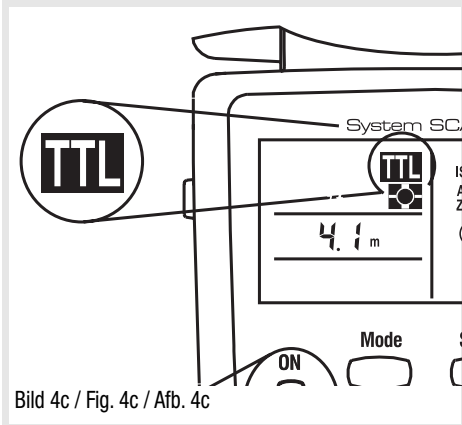

Bild 4c / Fig. 4c / Afb. 4c
- 3D-Multisensor-Aufhellblitzen  (nur mit SCA 3402 und einer geeigneten Nikon-Kamera, siehe Bedienungsanleitung des SCA-Adapters und der Kamera, Bild 4c)